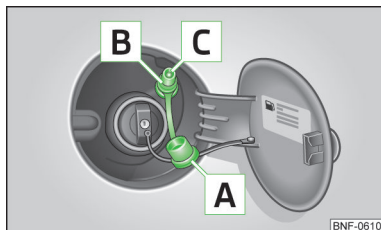

Bild 93
- Ta bort locket **A** » bild 93 från gaspåfyllningsröret **B**.
- Kontrollera om tätningen **C** » bild 93 har fastnat i gaspåfyllningsröret.